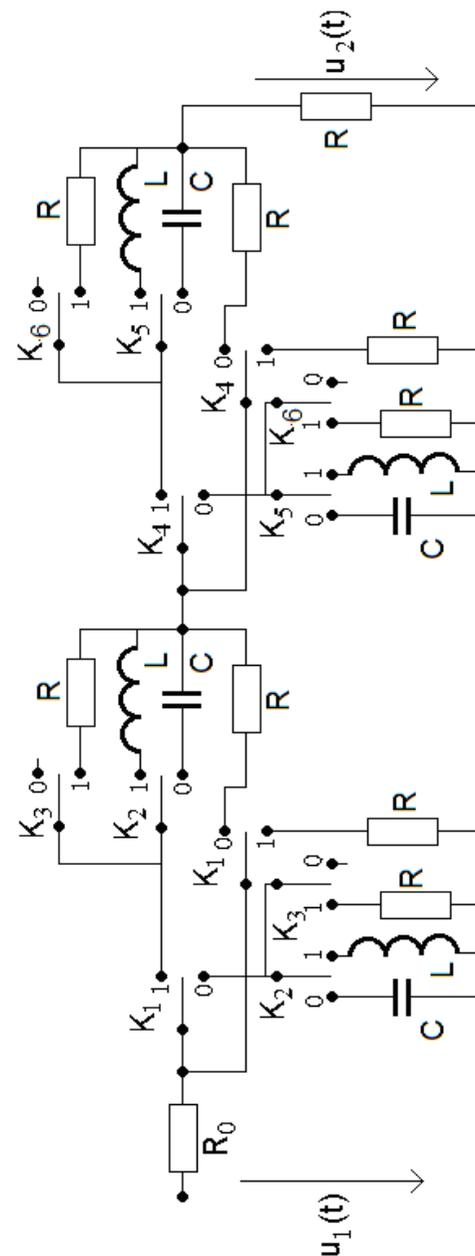

Рис. 43
1. Схема электрической цепи показана на рис. 43. Положение ключей K_5, K_4, K_3, K_2, K_1 определяется двоичным кодом номера студента N в **списке группы** по модулю 32. Обратите внимание, что переключатели **сдвоены**.